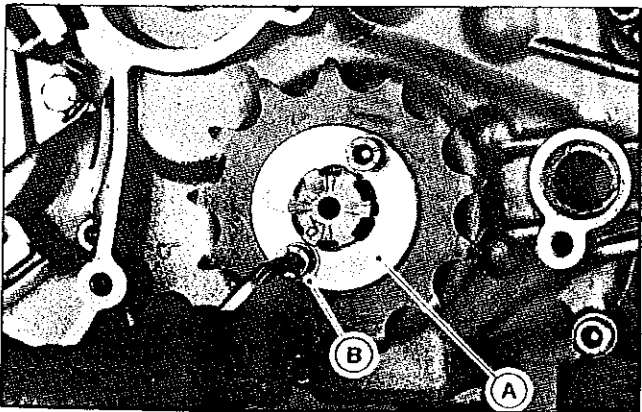

FIG. M40 - A. ARRUELA DE SEGURANÇA B. PARAFUSO FIXAÇÃO DO PINHÃO
6. Acoplar o pinhão de saída no entalhado do eixo secundário, colocar a arruela de segurança fixando-os com os parafusos. Figura M40.